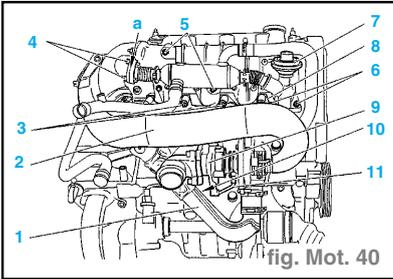

fig. Mot. 40
- le conduit d'entrée du turbocompresseur (2), (fig. Mot. 40)
- le conduit de sortie du turbocompresseur (1),
- le tuyau d'arrivée d'huile (10) (sur le moteur),
- le retour d'huile (11) (sur le turbocompresseur)